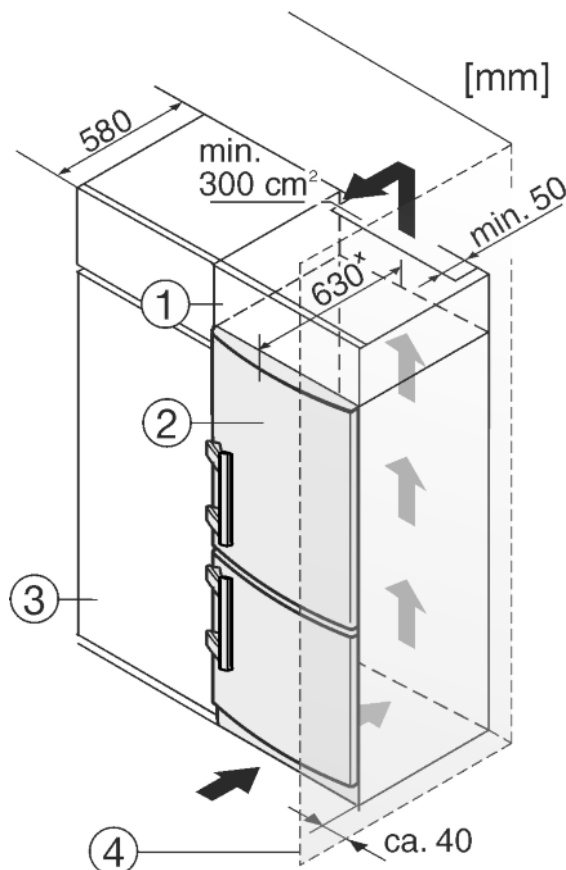

Fig. 9
- (1) Колонна на столешнице
- (2) Устройство
- (3) Кухонный шкаф
- (4) Стена
Устройство может быть окружено предметами кухонной обстановки. Чтобы уравнять устройство Fig. 9 (2) по высоте с кухонной стенкой, можно установить над устройством соответствующий дополнительный шкафчик Fig. 9 (1).
При комбинировании с кухонными шкафами (глубина макс. 580 мм) устройство можно установить непосредственно рядом с кухонным шкафом Fig. 9 (3). Устройство выступает сбоку на 34 мм* и по центру на 50 мм* относительно передней стенки кухонного шкафа.
Если устройство установлено на шарнирах у стены *Fig. 9 (4)*, то расстояние между устройством и стеной должно быть не менее 40 мм. Настолько выступает ручка при открытой дверце.